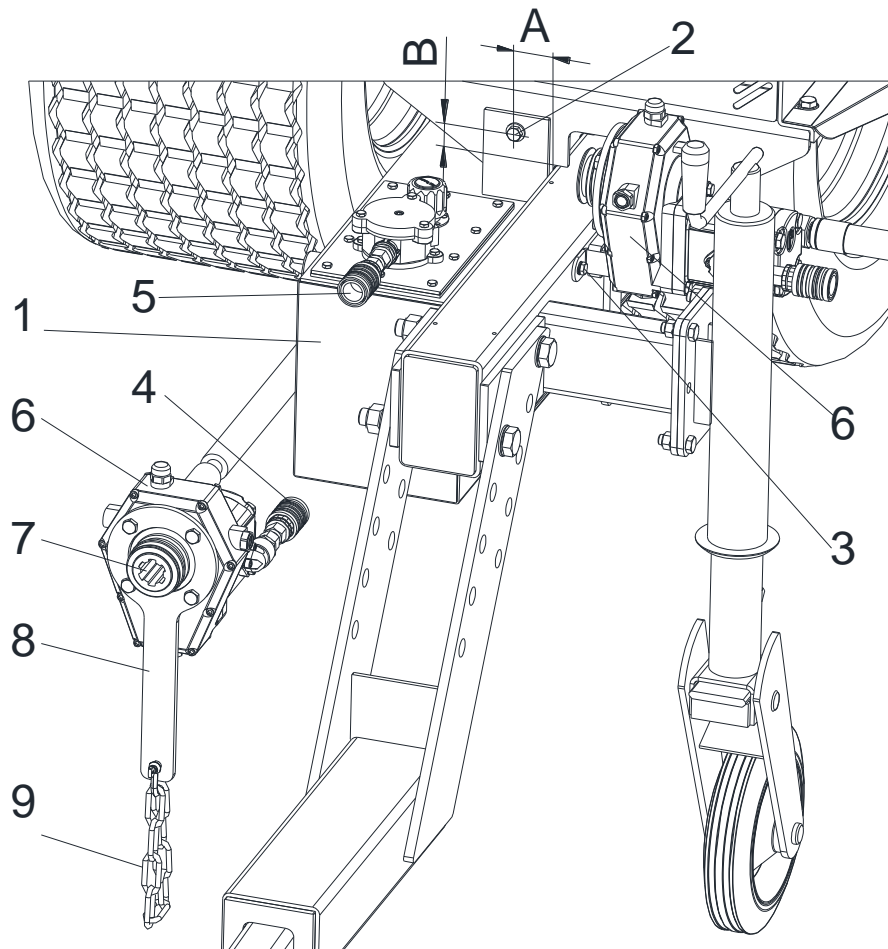

Bild 12 Montage Externes Hydraulikaggregat
1. Zum Befestigen des Hydrauliktanks (Bild 12/1) wird die Bandaufgabe mit Maß A (Bild 12/A) 45mm und Maß B (Bild 12/B) 35mm mit einem Durchmesser von 13,5 mm (Bild 12/2) abgebohrt und mit einer Sechskantschraube M12x130 und Sicherungsmutter M12 (Bild 12/2) festgeschraubt.
2. Für die Inbetriebnahme wird die Druckleitung der Maschine mit dem freien Anschluss (Bild 12/4) der Aufsteckpumpe (Bild 12/6) verbunden. Die Rücklaufleitung der Maschine (mit Rückschlagventil) wird am freien Anschluss (Bild 12/5) am Hydrauliktank (Bild 12/1) angeschlossen.
3. Die Zapfwellengetriebe (Bild 12/7) mit Aufsteckpumpe (Bild 12/6) wird auf die Anschlusswelle des Zugfahrzeugs aufgesteckt und mit der Drehmomentstütze (Bild 12/8) und Sicherungskette (Bild 12/9) gegen Verdrehen gesichert.
4. Der im Lieferumfang enthaltene Halter (Bild 12/3) kann am Deichselrohr mit M8 abgebohrt und befestigt werden, damit das Zapfwellengetriebe mit Aufsteckpumpe (Bild 12/6+7) beim Abstellen der Maschine fixiert werden kann.